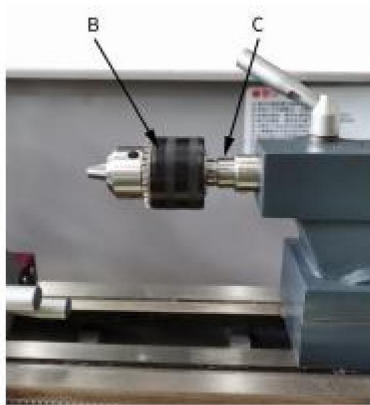

Abb. 28
(Abb. 28)
Morsekegel Nr. 1. (C) Abb. 28